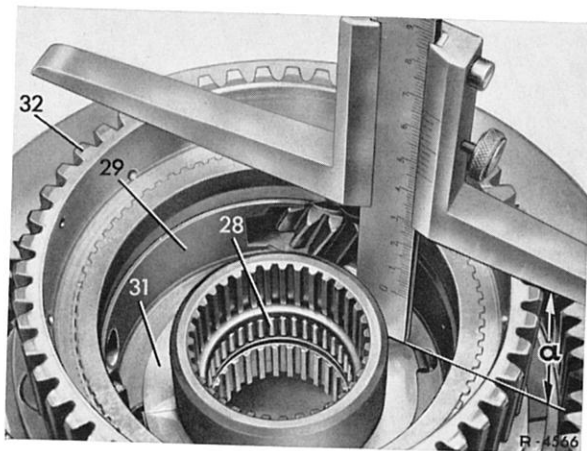

Bild 27–2/19
25 Von Innenlamellenträger K 1 (32) bis Anlaufscheibe (31) mit Tiefenmaß Maß „a“ ermitteln (Bild 27–2/19).